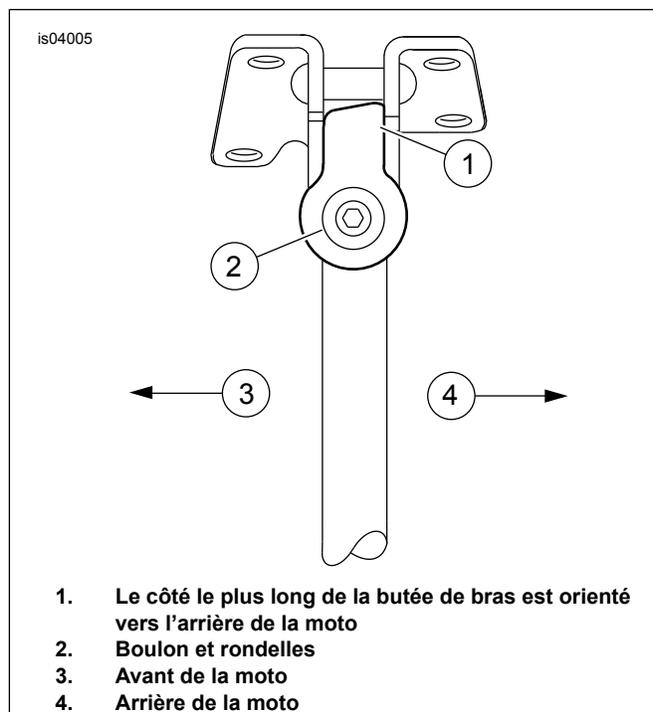

Figure 2. Orientation de la butée de bras (position avant maximum)
4. Monter le nouvel ensemble de bras de béquille latérale (2) du kit au support de montage sur la moto. En maintenant la béquille latérale dans sa position la plus avancée (basse), installer la butée de bras (E) sur l'extrémité carrée. Veiller à ce que le texte gravé « DOWN SIDE » sur la butée de bras soit orienté vers le bas. Vérifier que le côté le plus long de la butée de bras soit orienté vers l'arrière de la moto (voir la Figure 2). Fixer avec la rondelle plate (D), la rondelle-frein (C) et le boulon (B) retirés précédemment.